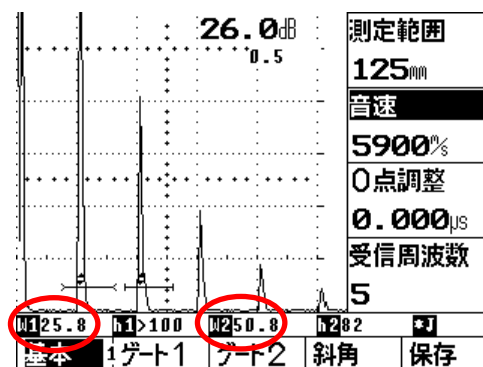

図4 測定範囲の調整
- ①  キーか表示器の基本の下の  キーを押し、基本表示にする。(図4参照)
- ②STB-A1の25mm厚さの部分を用いて多重エコーを表示させる。
- ③音速の横の  キーを押し、右ダイヤルで音速を5900m/sにする。
- ④測定範囲の横の  キーを押し、右ダイヤルで、測定範囲を125mmにする。次に、ゲート1をB1エコーに掛けるように、ゲート2をB2エコーに掛けるように移動させる。
- ⑤B2エコーの高さを80%として、音速の横の  キーを2回押し、右ダイヤルで音速を微調整し、B1、B2のビーム路程差が25.0mmになるように調整する。
(図4では、W1:25.8mm, W2:50.8mm)